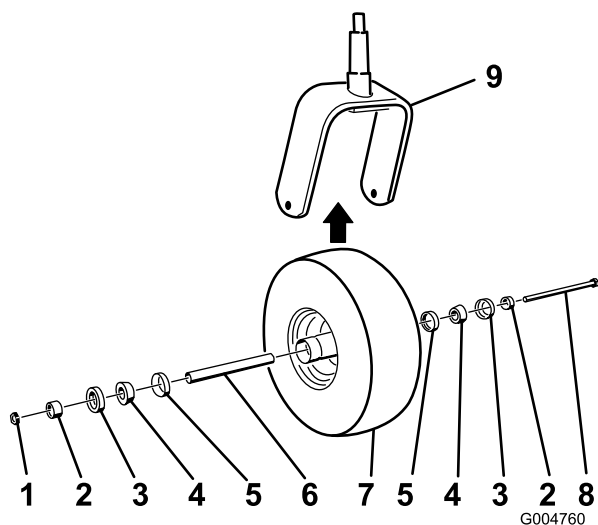

Bild 50
2. Entfernen Sie die Sicherungsmutter von der Schraube, mit der das Laufrad an der der Gabel befestigt ist (Bild 50).
5. Montieren Sie das Laufrad, indem Sie die konischen Lager und Dichtungen, die mit Fett gefüllt sind, in die Radnabe drücken, siehe Bild 50 für die Positionierung.